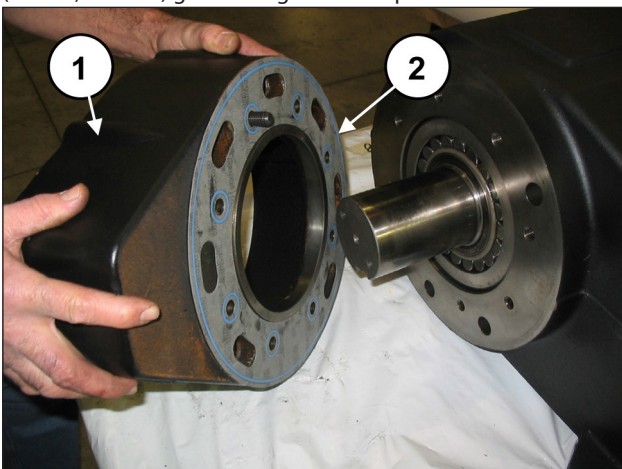
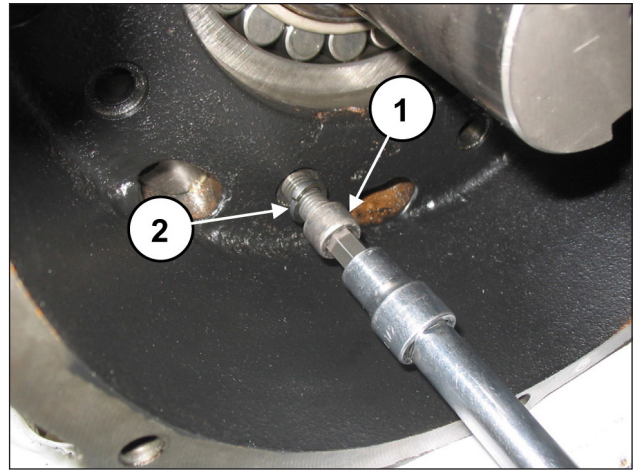
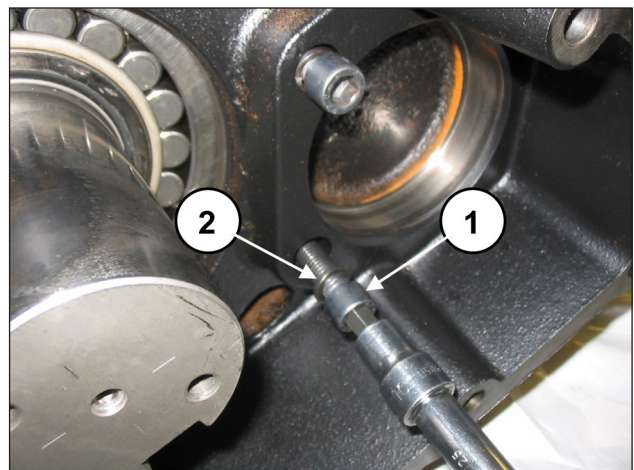

Abb. 45
Abb. 46
Abb. 47
Montieren Sie das Getriebegehäuse (Pos. ①, Abb. 45) und die entsprechende Dichtung ein (Pos. ②, Abb. 45) mit den 6 Schrauben M12x40 (Pos. ①, Abb. 46), den 2 Schrauben M12x50 (Pos. ①, Abb. 47) und den Federscheiben Ø12 (Pos. ②, Abb. 46 und Abb. 47).